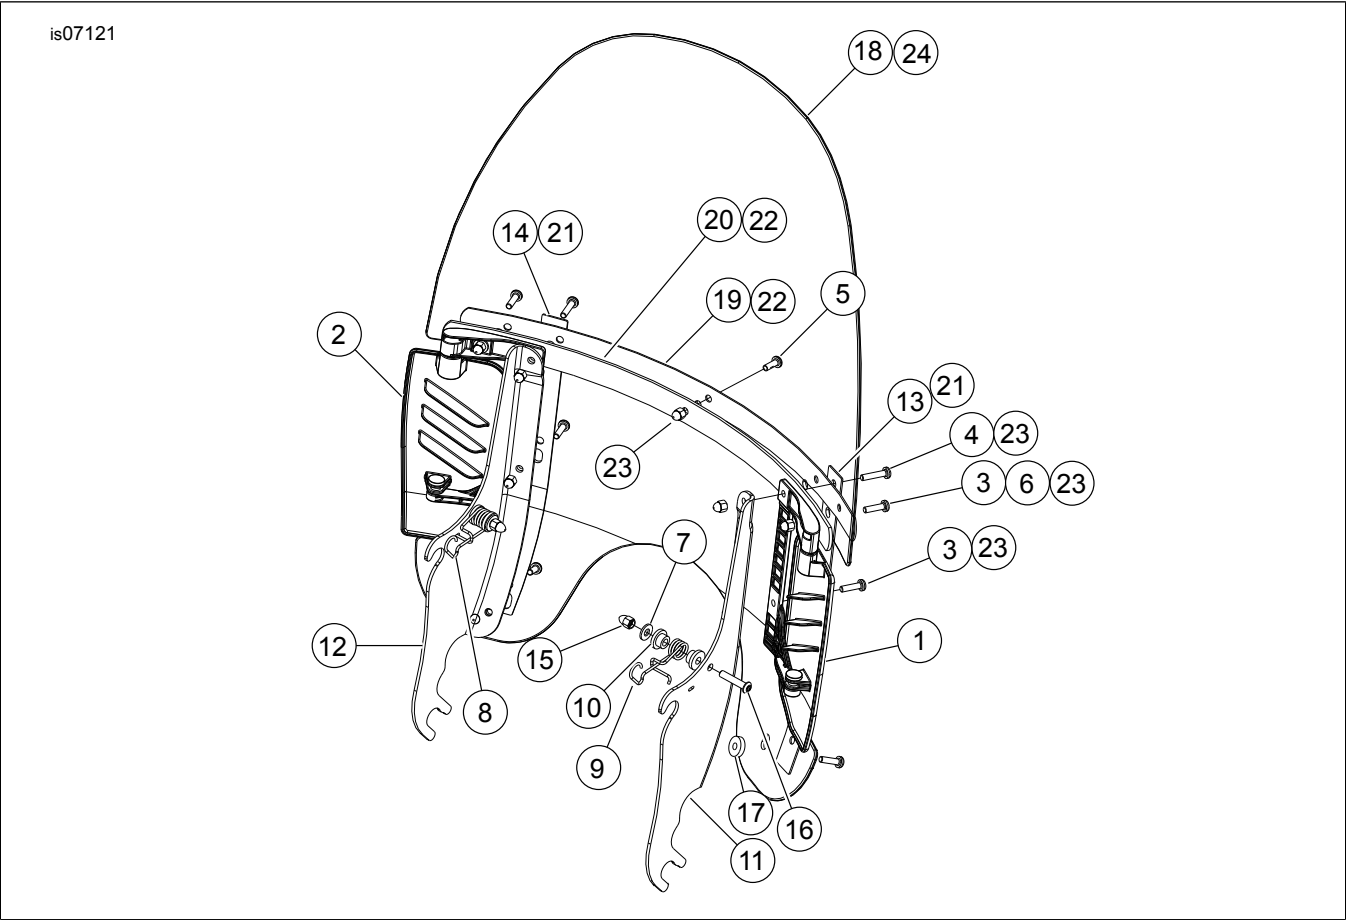
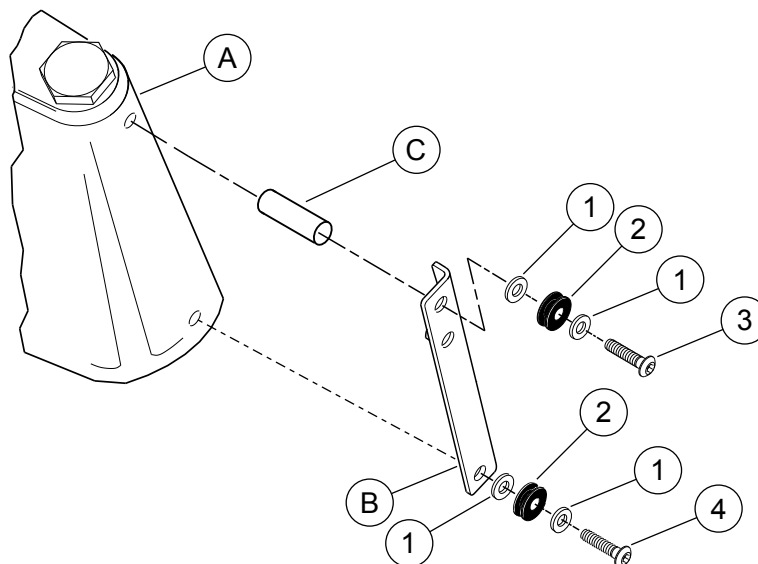

Abbildung 1. Ersatzteile: Belüftete, abnehmbare Windschutzscheibe
Abbildung 2. Ersatzteile: Befestigungsteilesatz
Siehe Abbildung 1 und Tabelle 1, Abbildung 2 und Tabelle 2.
2. Abbildung 2 und Tabelle 2. Schraube (4) und Unterlegscheibe (1) der unteren Original-Nebel-/Überholleuchtenhalterung entfernen und entsorgen.
3. Eine neue flache Unterlegscheibe (1), Buchse (2) und flache Unterlegscheibe (1) auf eine 1-3/8 in lange Schraube (4) aus dem Satz setzen. Die Schraube durch die untere Bohrung in der Nebel-/Überholleuchtenhalterung und die Zierabdeckung der Gabel und in die Gabelbrücke drehen. Die Schraube auf ein Drehmoment von 10,8 N·m (8 ft-lbs) anziehen.
5. Eine flache Unterlegscheibe (1), Buchse (2) und eine flache Unterlegscheibe (1), auf eine Schraube (3) aus dem Satz setzen. Die Schraube durch die obere Bohrung in der Nebel-/Überholleuchtenhalterung sowie durch das Original-Distanzstück setzen. Die Schrauben (8) auf ein Drehmoment von 10,8 N·m (8 ft-lbs) anziehen.